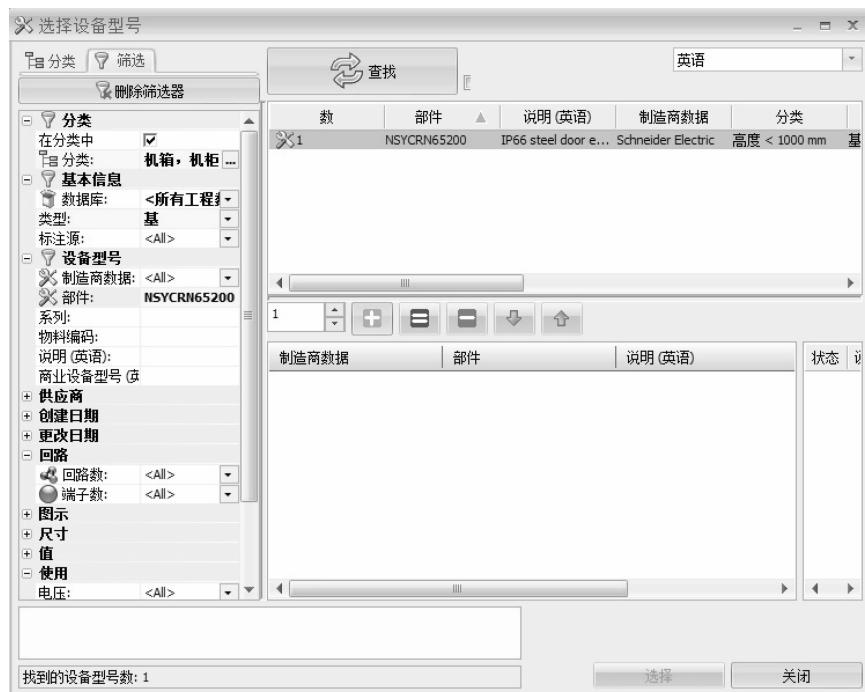

图 11-2 输入筛选内容
**步骤 2 添加位置设备** 在【电气管理器】上右击位置【L1-Main electrical closet】，选择【属性】。在【设备型号与回路】上单击【查找】，输入筛选内容，如图 11-2 所示。单击【查找】图标选择零件，单击【添加】图标。